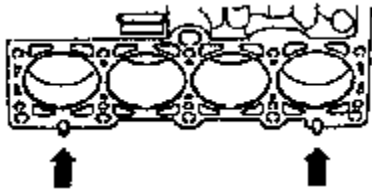

图 2-58 气缸体定位销
①安装气缸盖前，必须将曲轴和凸轮轴转到 1 缸上止点位置。将气缸垫安放就位，注意缸体定位销位置（如图 2-58 所箭头所示），进气侧须可看见备件号。